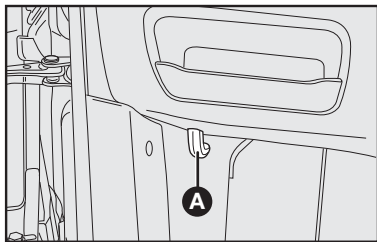

fig. 72
- 1) puxar a alavanca **A**-**fig. 72**.